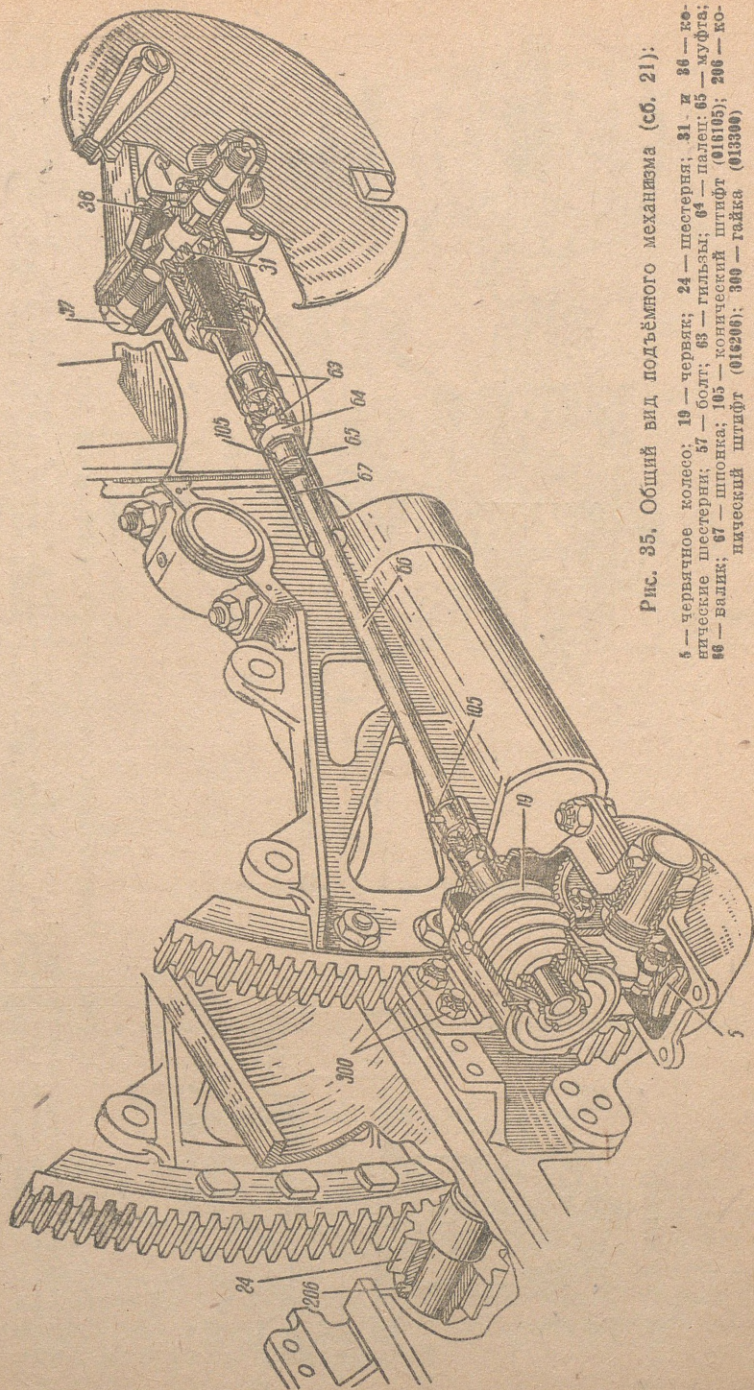
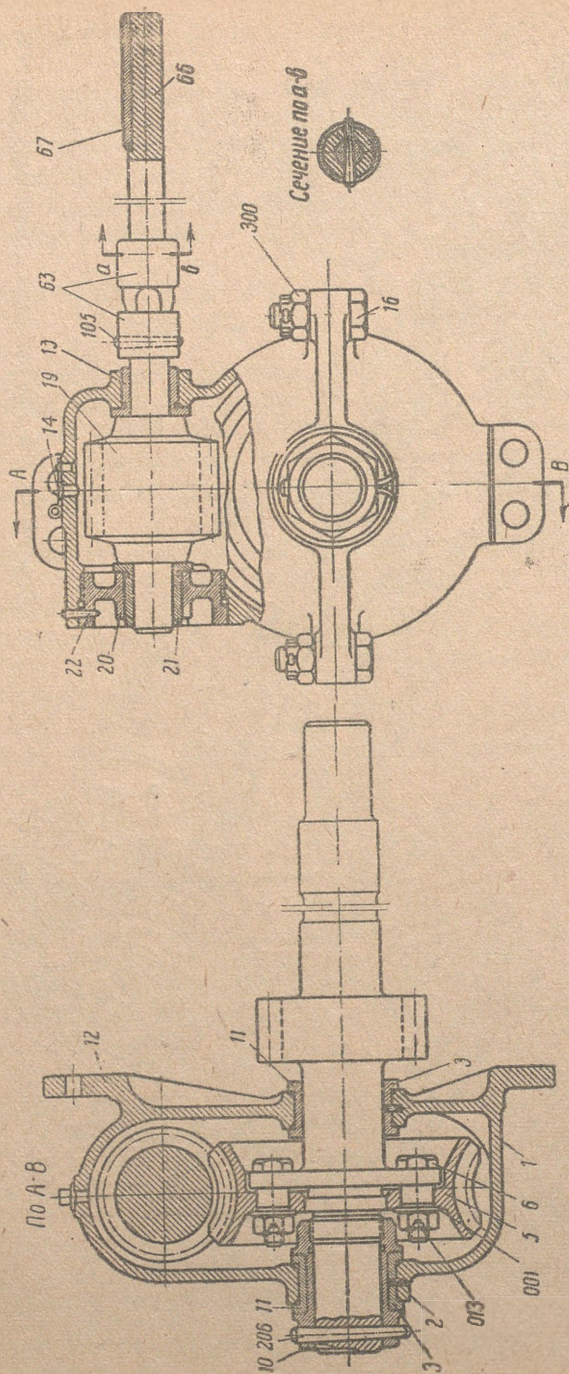

Рис. 35. Общий вид подъёмного механизма (сб. 21):
Рис. 36. Червячная передача подъёмного механизма (сб. 21):
При вращении маховика вращается валик с конической шестерней 36 (рис. 35), которая передает вращение конической шестерне 31. Вращение от конической шестерни 31 через шаровой шарнир, валик 66 и второй шаровой шарнир передается червяку 19 и червячному колесу 5. От червячного колеса вращение передается валу подъемного механизма, шестерни которого перекачиваются по секторам. Так как секторы закреплены неподвижно на верхнем станке, то при вращении вала осуществляется качание люльки в вертикальной плоскости.
Для разборки надо закрепить орудие по-походному. Разъединить червячную и коническую передачи, для чего выбить штифт 105 (рис. 36), сдвинуть валик 66 в сторону маховика, после чего вынуть его из муфты 65 (рис. 35).
1. Вынуть конический штифт 206 и снять с вала шестерню 24 (рис. 35).
2. Расшплинтовать и свинтить ключом Сб. 060102 гайки 300 (рис. 35). Отделить от люльки вал подъёмного механизма вместе с червячной коробкой.
3. Расшплинтовать и свинтить ключом Сб. 060102 гайки с болтов 16 (рис. 36), соединяющих половинки червячной коробки. Разнять половинки коробки.
4. Вынуть конический штифт 22 (рис. 36) и ключом 41-74 вывинтить из верхней половины червячной коробки гайку. Вынуть червяк.
1. Отогнуть края шайбы, разводным ключом № 2 вывинтить болт 57 (рис. 35) и отделить коробку конической передачи от верхнего станка.